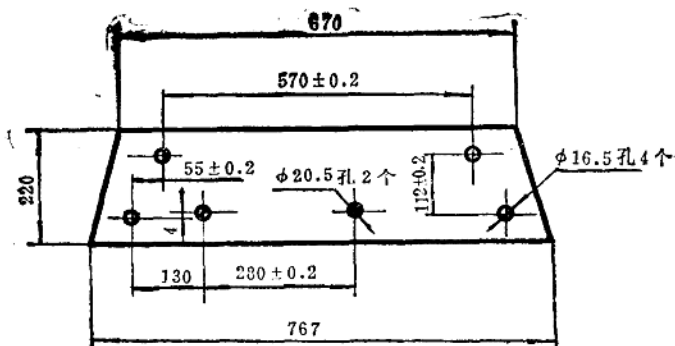

图2 二半前梁紧固专用铁板
2. 将二个完好的半侧前梁（一个左侧，一个右侧），用六个固定螺丝紧固在20毫米厚专用的铁板上（见图 2）。此时应注意：
①前梁上平面要紧贴在专用铁板平面上，以保证焊后的平面性。